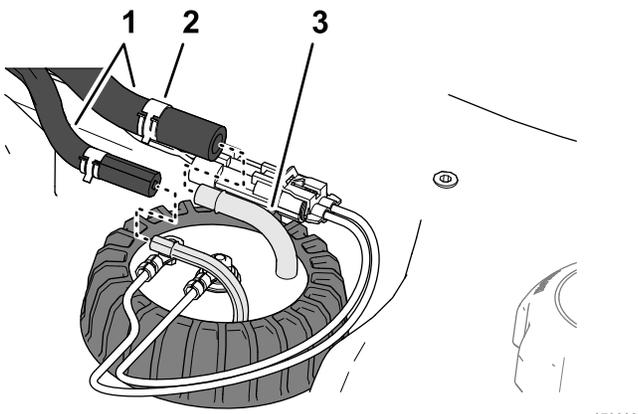

图 93
5. 将软管组装到燃油发送器的接头上并用夹子将软管固定到接头上图 93。